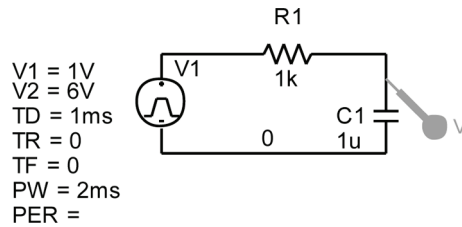

Figura 5.33
**Soluzione.** Lo schema ottenuto con *Capture* è mostrato in Figura 5.33, dove sono visualizzati i